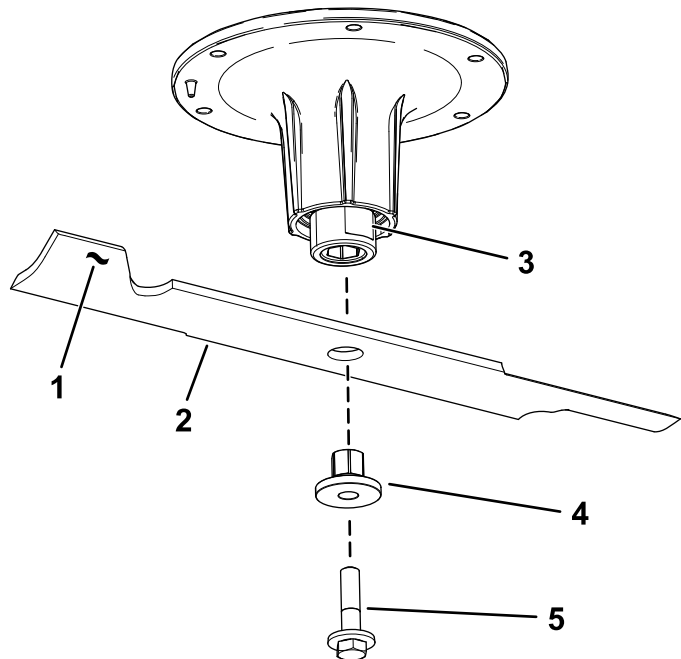

Figure 89
2. Retirez le boulon, la douille et la lame de l'axe de pivot (Figure 89).